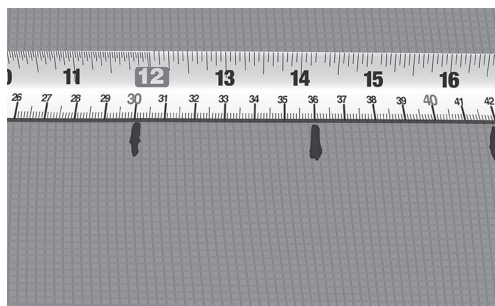

Fig. 4. Markera C-C-avståndet
6. Markera det beräknade C-C-avståndet på väggen, armeringsnätet eller liknande (Fig. 4).